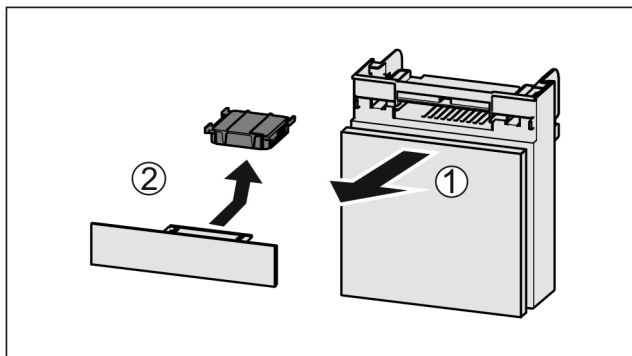

Fig. 142
- Fach nach vorne herausziehen Fig. 142 (1).
- Aktivkohlefilter entnehmen Fig. 142 (2).